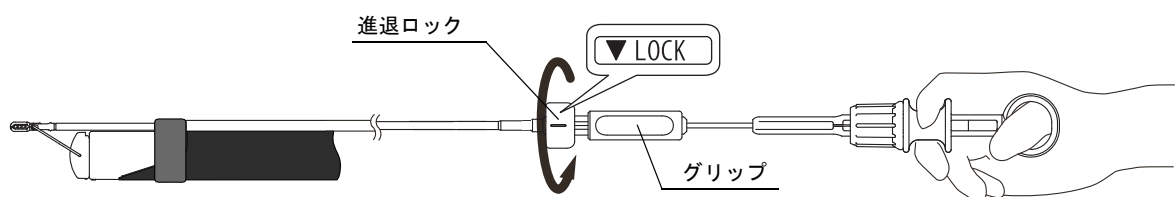

図14
7. 進退ロック部から手を離す場合は、グリップに対して進退ロックをLOCK シールの矢印の向きに回転させ、把持部の進退位置を任意の位置で固定します（図14参照）。